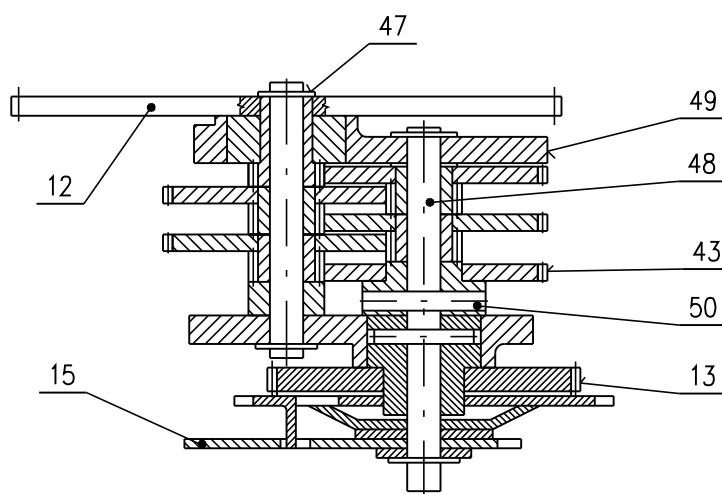

Рис. 4 – Передаточный узел панели управления
Отвинтить винты (41), в результате чего обеспечивается доступ к крепежным винтам коробки передач. Осторожно вынимается коробка передач (рис. 4). После снятия стопорных колец (47) и верхнего кожуха (49) обеспечивается доступ к колесам.